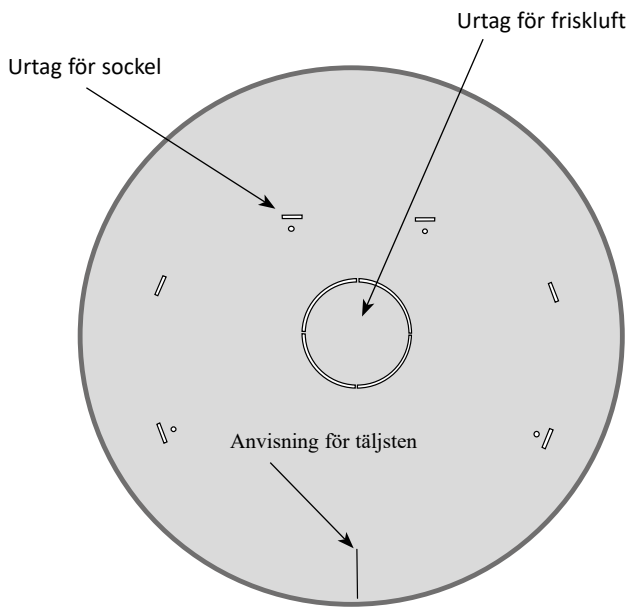
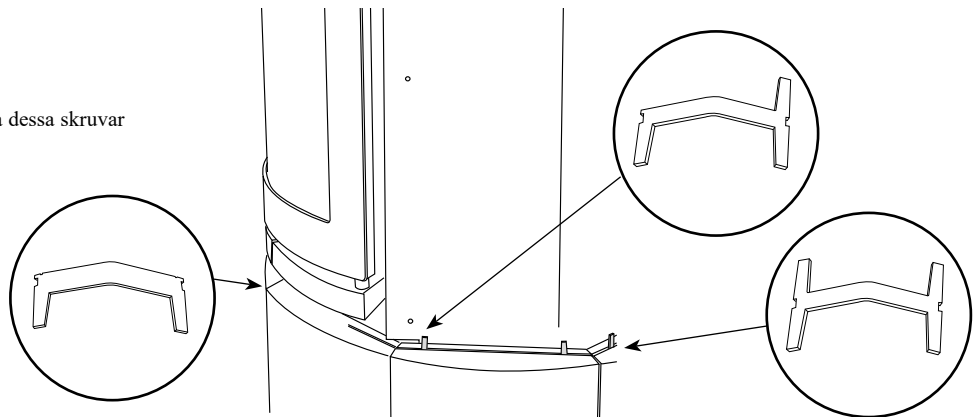
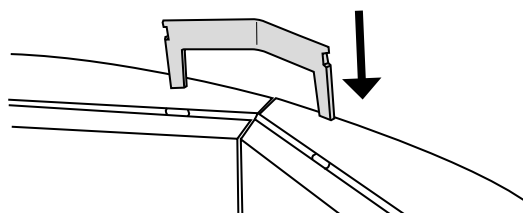

Bild 6: Bottenplatta
Bild 10: Täljsten under insatsen
Bild 11: Knacka försiktigt ner byglarna så att dom bottenar i spåret.
1. Mät ut vart kaminen skall placeras och lägg bottenplattan på plats, se bild 6.
7. Börja med att sätta täljstenen under insatsen på plats (varv 1). Det är viktigt att mittenstenarna linjerar anvisningen på bottenplattan (se bild 6). Använd bygel 2, 3 och 4 att fästa ihop täljstenen med (se bild 10). Vid förhöjd insats sätts båda skiften på plats. Då ska det första och andra skiftet fästas ihop med bygel 3. Se bild 11 princip för hur byglarna sätts på plats.